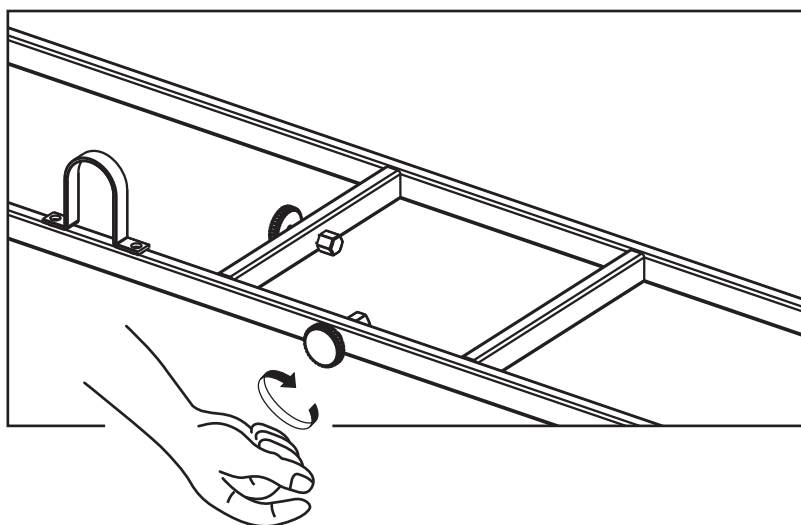

Figure 7
5. Serrez fileté boutons trouvés sur chariot (Figure 7) afin que la bouteille de PROPANE ne peut pas bouger d'un côté à l'autre. Ne pas enlever le capuchon en plastique de la fin de la partie filetée.